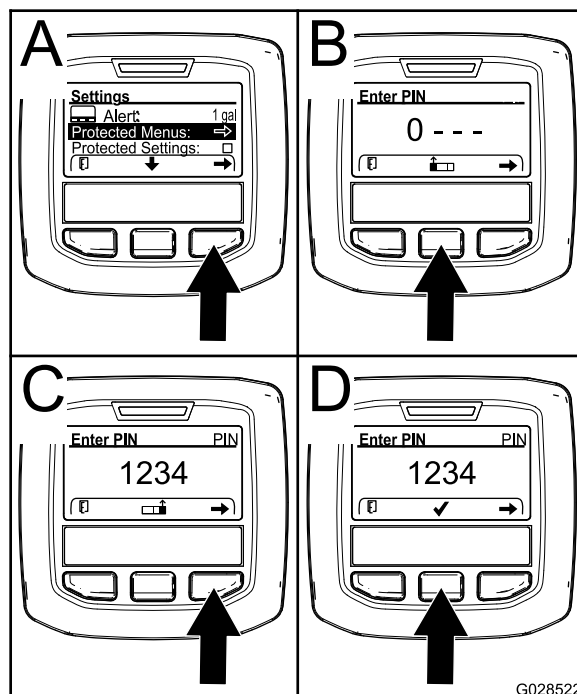

Рисунок 28
2. В меню SETTINGS (НАСТРОЙКИ) с помощью средней кнопки прокрутите меню вниз к пункту PROTECTED MENU (ЗАЩИЩЕННОЕ МЕНЮ), и нажмите правую кнопку (Рисунок 28А).
3. Чтобы ввести ПИН-код, нажмите среднюю кнопку и удерживайте ее в нажатом положении до появления первой цифры, затем нажмите правую кнопку, чтобы перейти на следующую цифру (Рисунок 28В и Рисунок 28С). Повторяйте этот пункт до тех пор, пока не будет введена последняя цифра, затем нажмите правую кнопку еще раз.